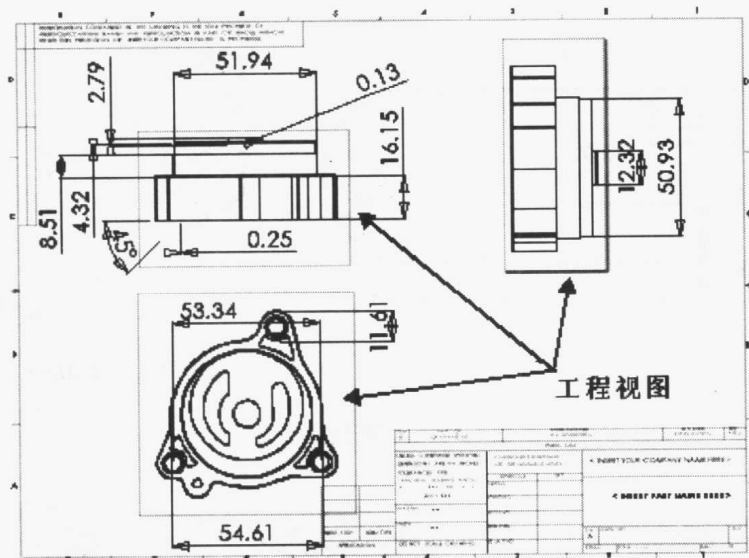
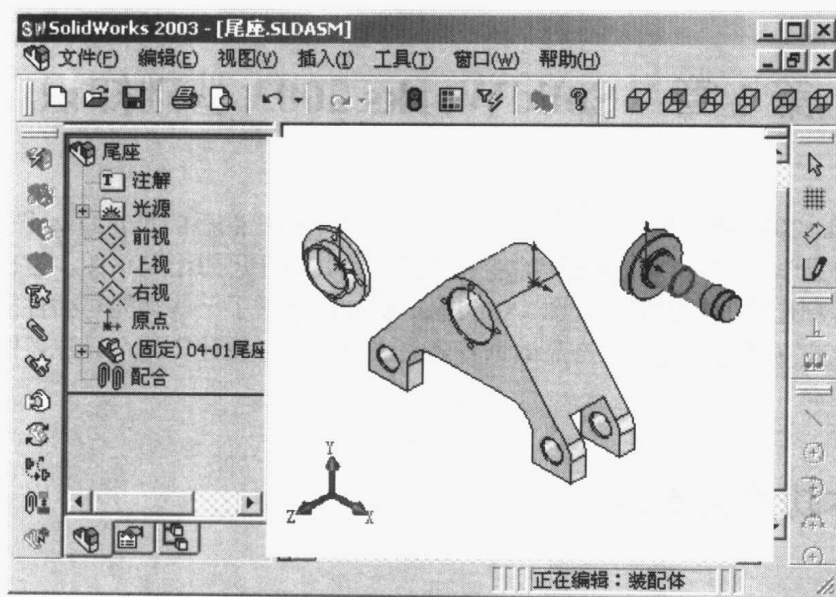

图 1.1 二维工程图
图 1.2 三维装配体
(1) SolidWorks 2003 模型由零件、装配体和工程图组成,并且三者具有联动功能,如图 1.1、图 1.2 所示。